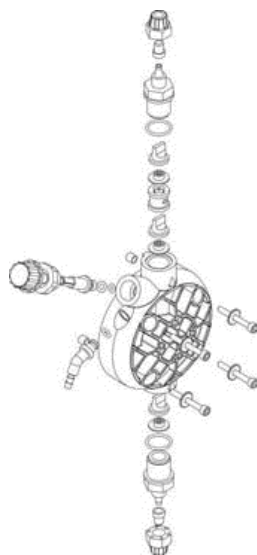

Fig. 10
- 3) Eliminer le liquide à l'intérieur de la tête de la pompe, notamment en la démontant (retirer les 4 vis) (fig. 10). Puis remonter la tête.
Pour effectuer cette opération, si l'appareil n'est pas fixé à l'installation, le faire pulser la pompe pendant quelques secondes (15/30) en la tenant la tête en bas et sans les tubes reliés aux raccords, si ce n'est pas possible, démonter et remonter la tête de la pompe (fig. 10), par les quatre vis de fixation.